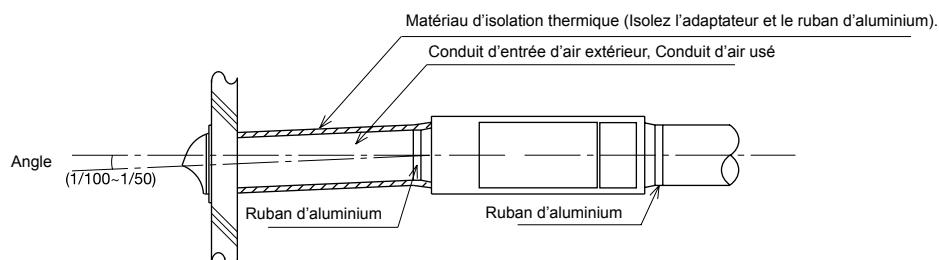

Fig. 2
- Installez deux conduits extérieurs de façon à ce qu'ils anglent vers le bas vers l'extérieur afin d'éviter à l'eau d'y pénétrer. (Angle : 1/100~1/50) (Fig. 2)
- Veillez à toujours isoler les deux conduits extérieurs thermiquement (le conduit d'air extérieur et le conduit d'air usé) pour éviter toute condensation. (Matériau : Laine de verre, Epaisseur-25mm) (Fig. 2)